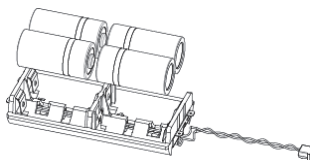

Figure 9
5. Remplacez les piles en respectant les polarités (voir Figure 9).